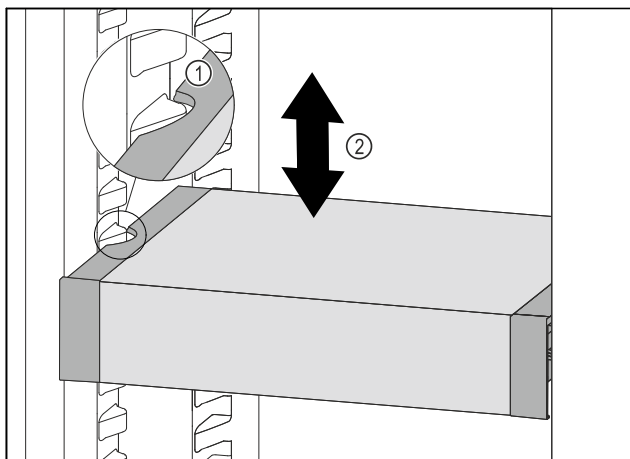

Fig. 177
- Tirer le VarioSafe vers l'avant jusqu'à ce que les encoches latérales du VarioSafe soient à la hauteur de la nervure du bac dans la partie réfrigérateur. Fig. 177 (1)
- Déplacer le VarioSafe vers le haut ou vers le bas dans la partie réfrigérateur jusqu'à ce que la hauteur souhaitée soit atteinte. Fig. 177 (2)